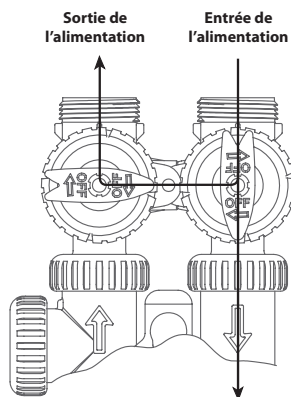

Figure 3
3. **Position diagnostique:** La poignée d'entrée est enclignée vers la soupape de commande et la poignée de sortie est enclignée vers le centre de la vanne de dérivation. L'eau non-traitée est permit d'entrer dans le système et au bâtiment, tandis que l'eau sortant du système au bâtiment est empêchée. **(Fig. 3).** TCela permet au technicien de service de siphonner la saumure et de faire d'autres tests sans que l'eau de l'analyse s'écoule au bâtiment.